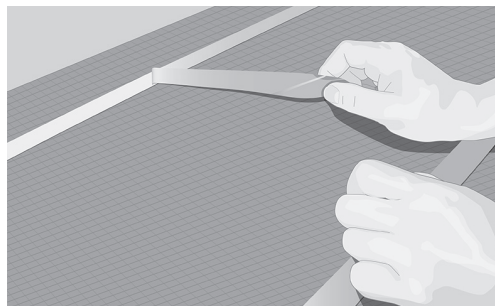

Рис. 6. Прокладывание двухсторонней ленты и удаление защитного слоя
10. Закрепите кабель на двусторонней ленте, удаляйте защитное покрытие по мере прокладки кабеля (рис. 6 и 7).